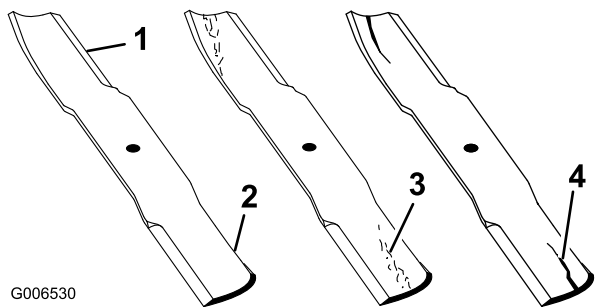

Figure 91
1. Examinez le tranchant des lames (Figure 91). Si les lames ne sont pas tranchantes ou si elles présentent des indentations, déposez-les et aiguisiez-les. Reportez-vous à (page).
- Inspectez les lames, surtout la partie relevée (Figure 91). Remplacez immédiatement toute lame endommagée, usée ou qui présente une entaille (Figure 91).